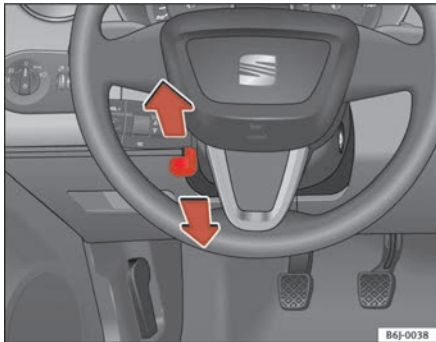

Abb. 91 Lenkradhöhen-
- Schwenken Sie den Hebel ⇒ Abb. 91 unter der Lenksäule nach unten ⇒ ⚠.
- Stellen Sie das Lenkrad so ein, bis die gewünschte Einstellung erreicht ist ⇒ Abb. 91.
- Stellen Sie den Fahrersitz oder das Lenkrad so ein, dass der Abstand zwischen Lenkrad und Brustbein mindestens 25 cm beträgt ⇒ Abb. 91. Wenn Sie den Mindestabstand nicht einhalten, kann Sie das Airbag-System nicht schützen – Lebensgefahr!